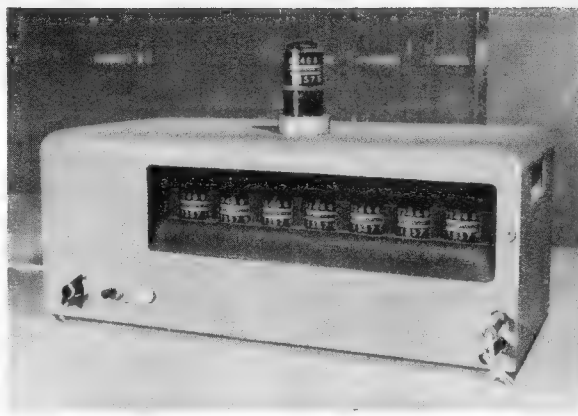

Bild 9. Zählgerät mit Valvo-Zählrohren E 1 T
neue Geräte geschaffen, die auf der Technischen Messe in Hannover viel Beachtung fanden. So zeigte PHILIPS ein betriebsfähiges Zählgerät (Bild 9) für bis zu 30 000 Impulse/sec, dessen sieben Dekaden mit der neuen Zählröhre E 1 T bestückt sind. Über Aufbau und Schaltung solcher Zählgeräte berichten wir an anderer Stelle ausführlich. Unter Verwendung der gleichen Valvo-Zählröhren baut die Firma DIPPEL & GÖTZE, Hannover, einen dreistufigen Zähler, der mit oder ohne Fotozelle zur Impulsgebung (auch mit weiteren Zählstufen) lieferbar ist.
3. S. 11, Bild 9: Rö 7b ist ebenfalls zu schraffieren. Am Gitter von Rö 8b muß stehen: „A + B + Ü“.